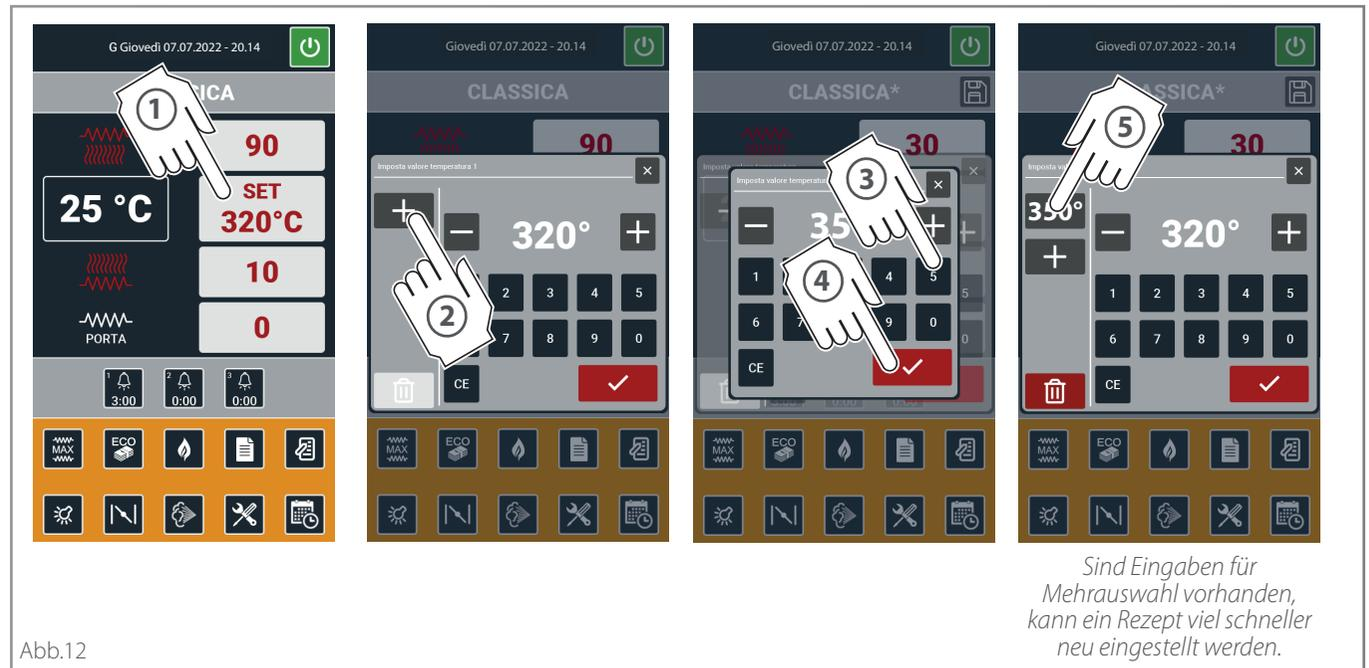

Abb.12
Eine Mehrfachauswahl einstellen **Abb.12**
- **Zusätzliche Parameter** ► Werte, die schnell alternativ zum Standardwert während des Backvorgangs ausgewählt werden können (z. B. siehe ► **Abb.12**).